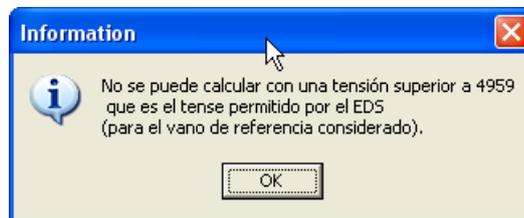

Figura 11.7.
- Figura 11.7: Se ha superado el máxima tensión permitida y se debe introducir un tense menor.